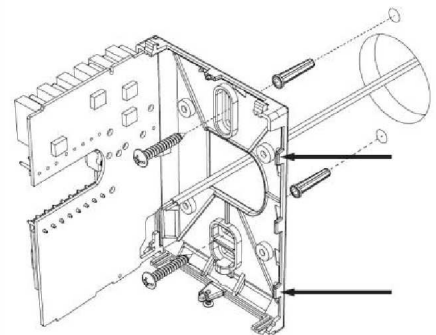

Fig. 2
1. Отверните печатную плату влево, как показано на Fig.2.
7. С помощью винтов закрепите основание на стене (Fig.2).